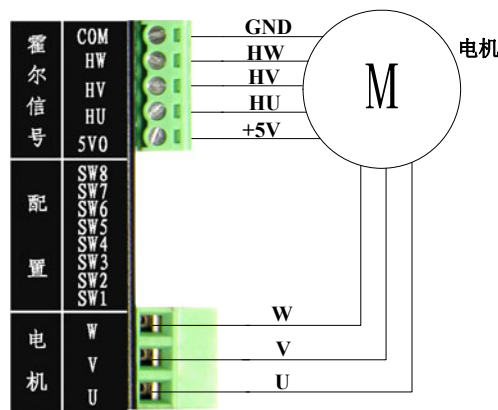

图 3.2 电机接线图
- 3) 将电机的U、V、W三相线电源线接到驱动器电机接口的U、V、W，将电机的霍尔传感器电源线正负极(通常正极为红色，负极为黑色，具体参照电机的相关资料)分别接到驱动器霍尔信号接口的 5VO和COM，霍尔传感器的三霍尔位置信号线接到驱动器霍尔接口的HU、HV、HW，如图 3.2 所示。